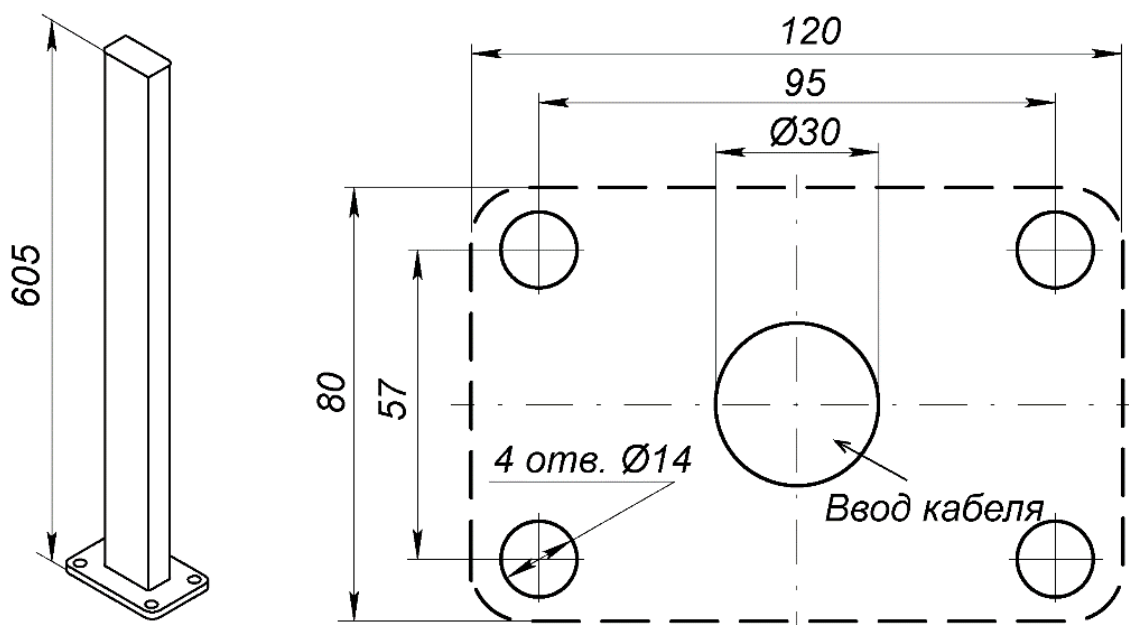

Рисунок 15. Внешний вид и схема разметки отверстий для установки стойки для фотоэлемента безопасности *PERCo-GDS1*
Фотоэлемент безопасности может устанавливаться на стойке *PERCo-GDS1* (входит в дополнительный комплект поставки) (см. рис. 15).
2. Выполните в установочной поверхности отверстия под гильзы анкеров в соответствии со схемой разметки (см. рис. 15), а также штробы для проводов питания и соединения при необходимости. Размер отверстий на схеме указан для анкеров типа PFG IN8 («SORMAT»), при использовании других типов анкеров необходимо выполнять отверстия соответствующих им диаметра и глубины.